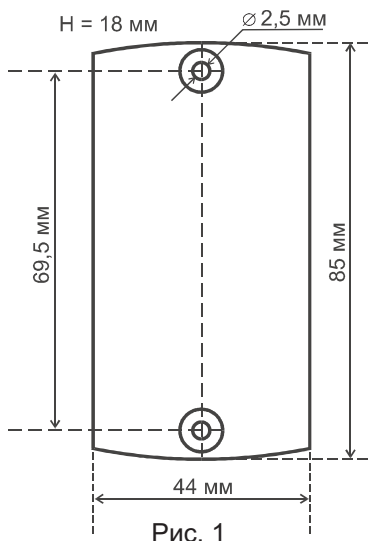

Рис. 1
1. Разметьте и просверлите отверстия для крепления под размер отверстий считывателя (см. рис.1).